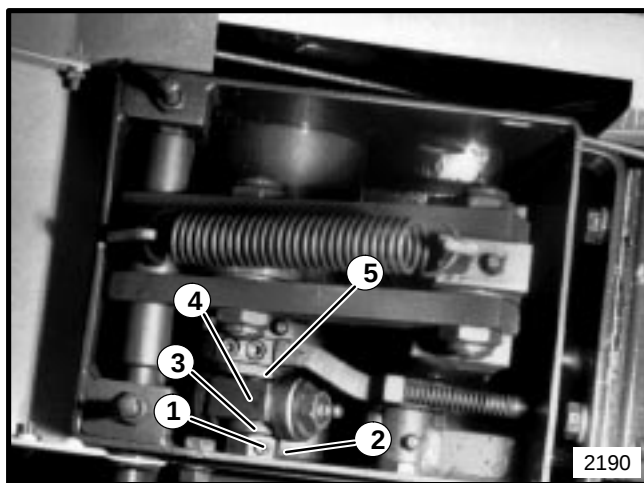

Figura 24
3. Desde el lado derecho del cortador, remueva los tornillos y tapones de latón, de la tuerca ajustadora. Remueva la tuerca ajustadora, arandelas, leva, percha y cojinete. Vea la Figura 24.